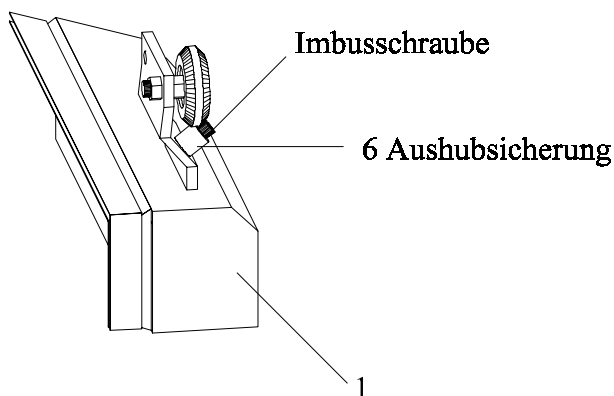
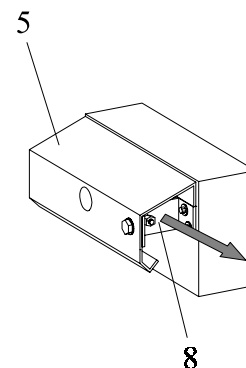

Bild 1.7 Türblatt vorbereiten
Bild 1.8 Schienenträger vorbereiten
- 1.09** Die am Türblatt (1) vormontierten Aushubsicherungen (6) sind herauszuschrauben. **Bild 1.7** Der Anschlagspuffer (8) am Ende der Laufschiene (5) ist ebenfalls zu lösen. **Bild 1.8**